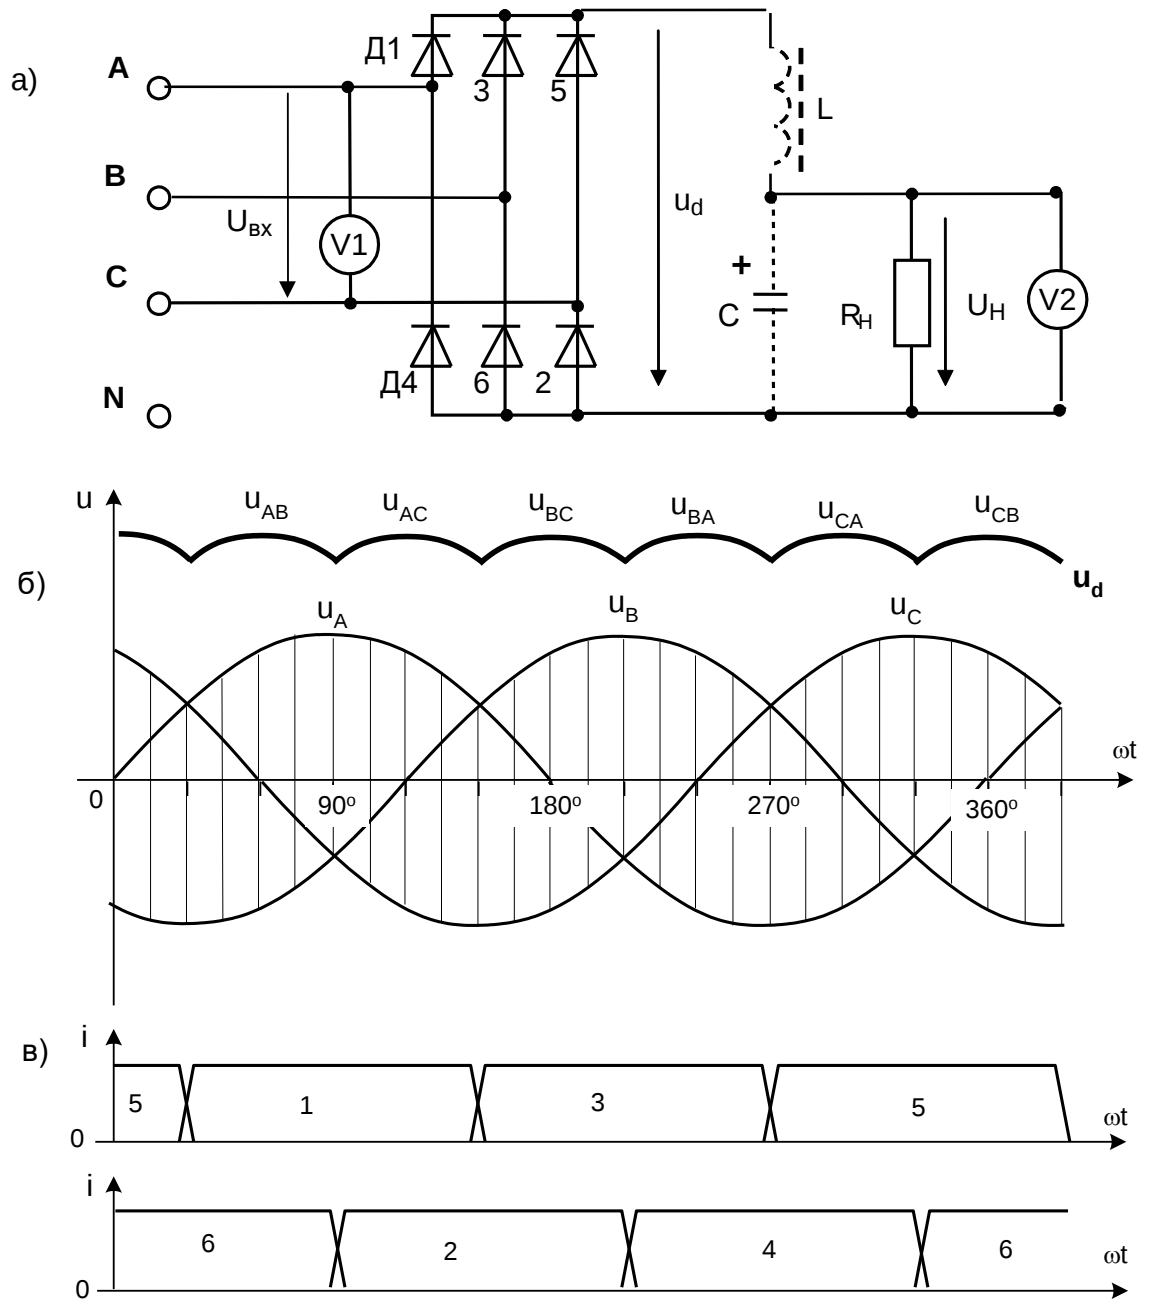
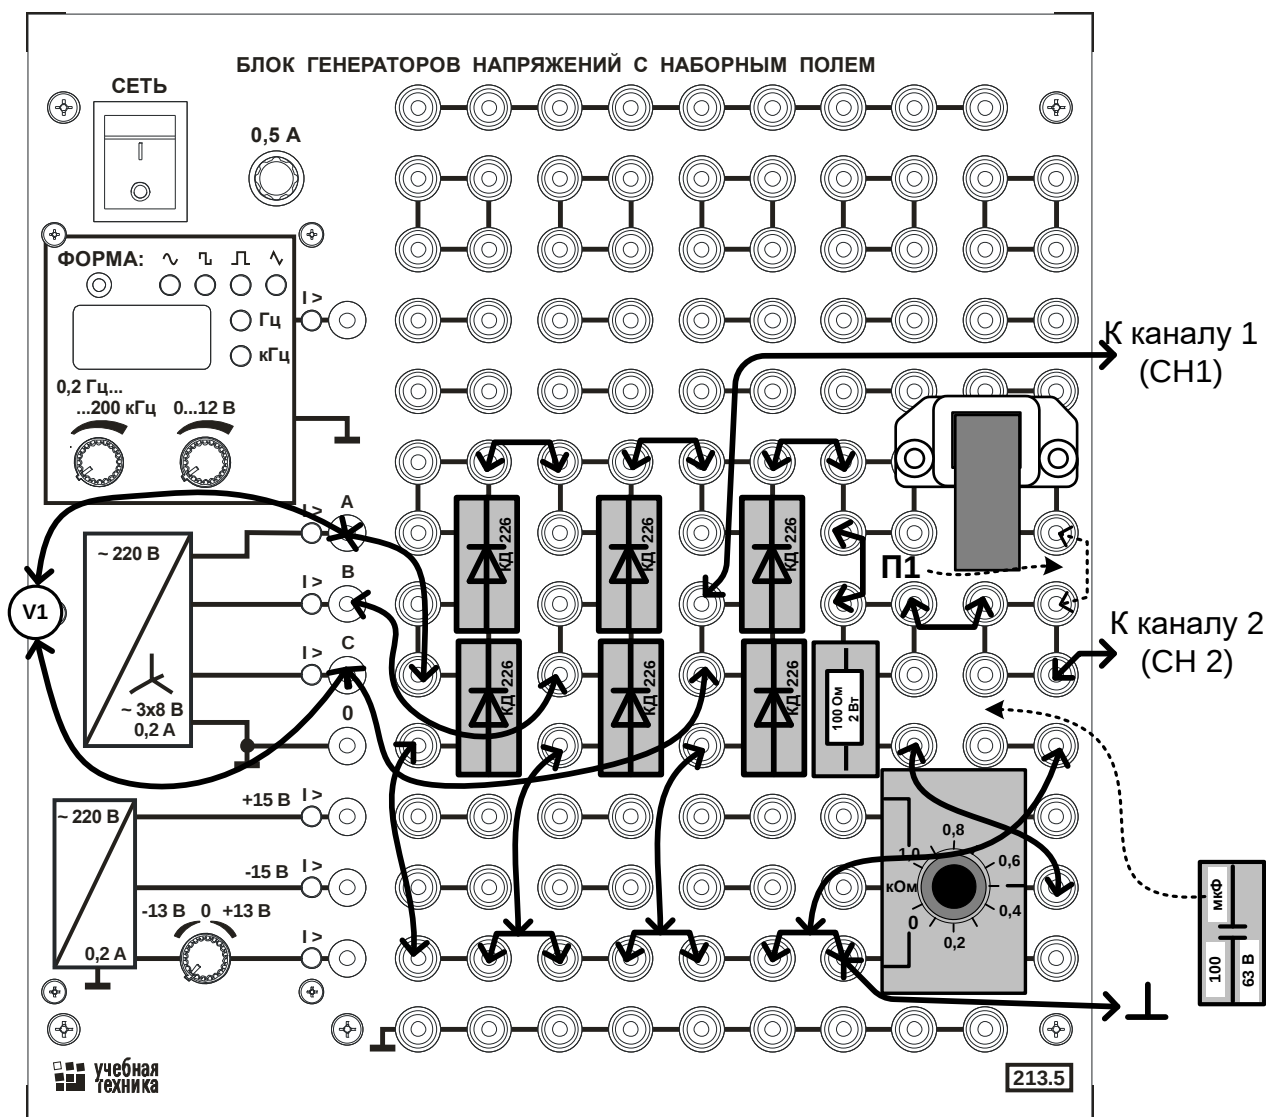

Рис. 6.6. Схема выпрямления трёхфазного напряжения.
Рис. 6.7. Монтажная схема.
Чаще всего используется мостовая схема выпрямления трёхфазного напряжения (рис. 6.6а). Она состоит из 6 вентилей (полупроводниковых диодов) и питается линейными напряжениями трёхфазного источника. На рис. 6.6б показаны кривые фазных напряжений источника питания  $u_A$ ,  $u_B$ ,  $u_C$  и кривая выпрямленного напряжения  $u_d$ . Выпрямленное напряжение образуется разностью фазных напряжений, т.е. линейными напряжениями. В нечётной группе вентилей в открытом состоянии находится тот вентиль, у которого на аноде положительное наибольшее напряжение, а в чётной – тот вентиль, у которого на катоде отрицательное наименьшее напряжение. Разность положительного наибольшего напряжения и отрицательного наименьшего напряжения и есть выпрямленное напряжение на выходе трёхфазного моста. Эта разность на рис. 6.6а заштрихована. Так на отрезке  $30^\circ < \omega t < 150^\circ$  открыт диод Д1, так как напряжение  $u_A$  на этом отрезке имеет наибольшее значение. В чётной группе вентилей на отрезке  $90^\circ < \omega t < 240^\circ$  открыт диод Д2, так как у него на катоде напряжение  $u_C$  имеет наименьшее значение. При  $\omega t = 150^\circ$  диод Д1 закрывается и открывается диод Д3, а при  $\omega t = 240^\circ$  закрывается диод Д2 и открывается Д4. На рисунке 6.6в показаны графики токов в диодах.
- Соберите цепь трехфазного мостового выпрямителя согласно принципиальной схеме (рис. 6.6) и монтажной схеме (рис. 6.7), На схеме  $V1$  – мультиметр для измерения действующего значения синусоидального напряжения  $V2$  — мультиметр для измерения постоянного (выпрямленного) напряжения. Сопротивление нагрузки  $R_H$  состоит из двух последовательно соединённых резисторов - постоянного 100 Ом и переменного 1000 Ом и в первом опыте может быть любым от 100 до 1100 Ом. В качестве индуктивности используйте катушку трансформатора 900 витков, вставив между половинками сердечника полоски обычной писчей бумаги в один – два слоя, чтобы в магнитопроводе образовался немагнитный зазор. В первом опыте  $C=0$  и  $L=0$  (на монтажной схеме конденсатор отсутствует, а перемычка П1 находится в исходном положении, показанном сплошной линией).